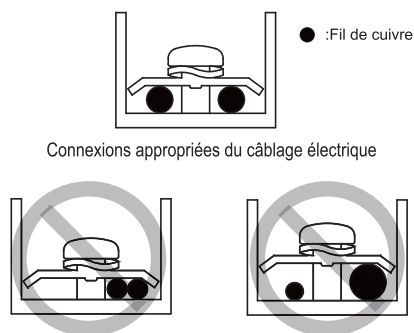

Figure 9.2
- évitez de brancher deux cordons d'alimentation de diamètres différents à la même borne d'alimentation (risque de surchauffe des fils à cause du câblage qui se détache) (Voir la Figure 9.2).